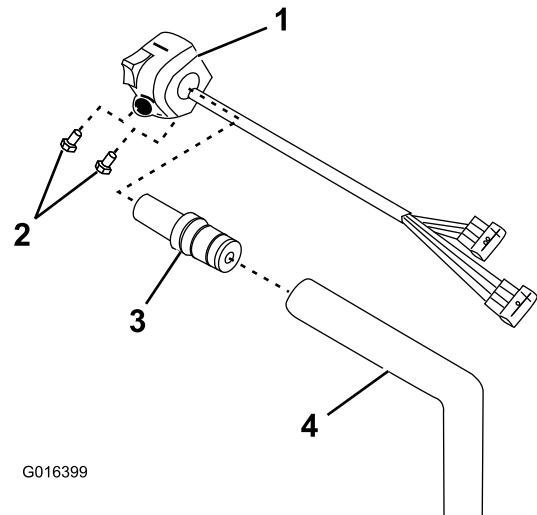

Figure 13
2. Posez l'interrupteur général d'éclairage sur l'adaptateur et serrez-le en place avec les 2 boulons fournis dans le kit (Figure 13).